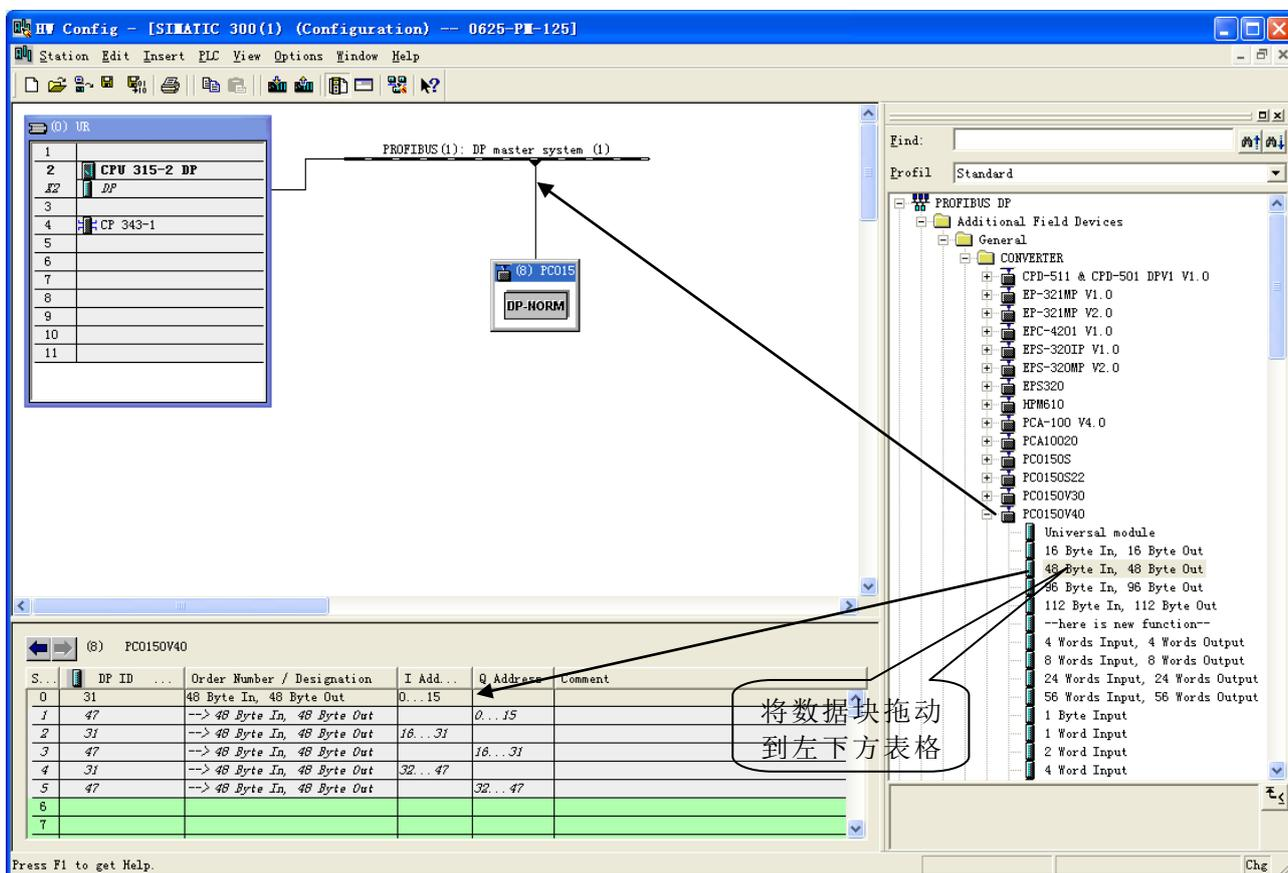

图 10
11. 将从站 PCO-150 配入到 PROFIBUS 网络配置当中，并将输入输出数据块映射到 S7-300 或者其它控制器的内存当中。如图 10: